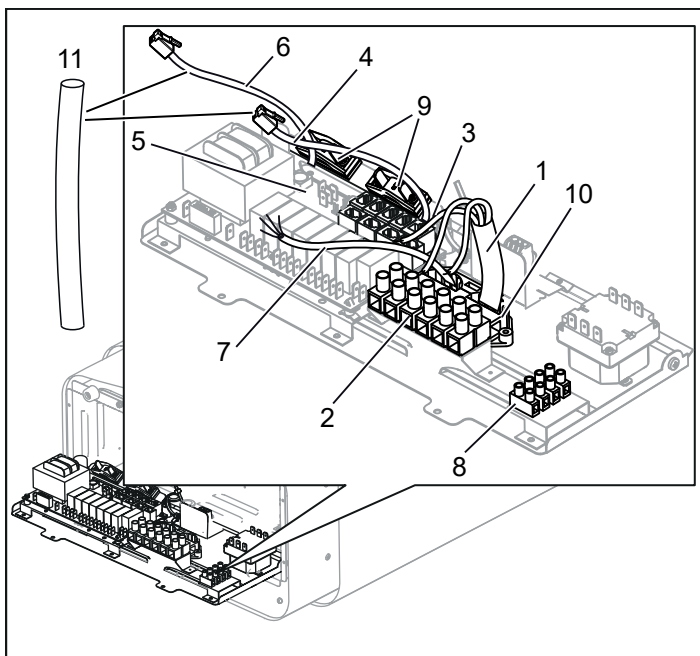

Figure 9 : Circuit imprimé
3. Raccordez le câble électrique (1) au bornier (2) (voir figure 9), en suivant le schéma de raccordement (voir la section Schéma de raccordement/branchement, page 31).
4. Acheminez les câbles du panneau de commande et de la sonde de température à travers les passe-câbles (3). Raccordez le câble du panneau de commande (4) à l'un des quatre connecteurs RS485 (positions 6-9) (voir figure 9), en suivant le schéma de raccordement (voir la section Schéma de raccordement/branchement).
5. Raccordez le câble de la sonde (6) au contact NTC sur le circuit imprimé (position 1) (5) conformément au schéma de raccordement (voir la section Schéma de raccordement/branchement, page 31).
6. Raccordez, le cas échéant, le câble de l'éclairage (7) (voir figure 9) au bornier (8) en suivant le schéma de raccordement (figure 17).